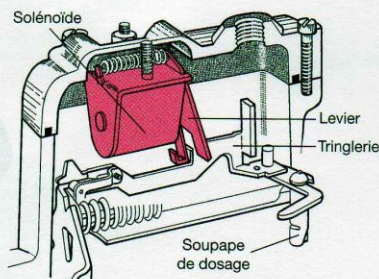

Figure 71.4. Stop électrique type « ETR »
- stop type « ETR » ou mise sous tension pour obtenir la mise en marche du moteur (fig. 71.4).